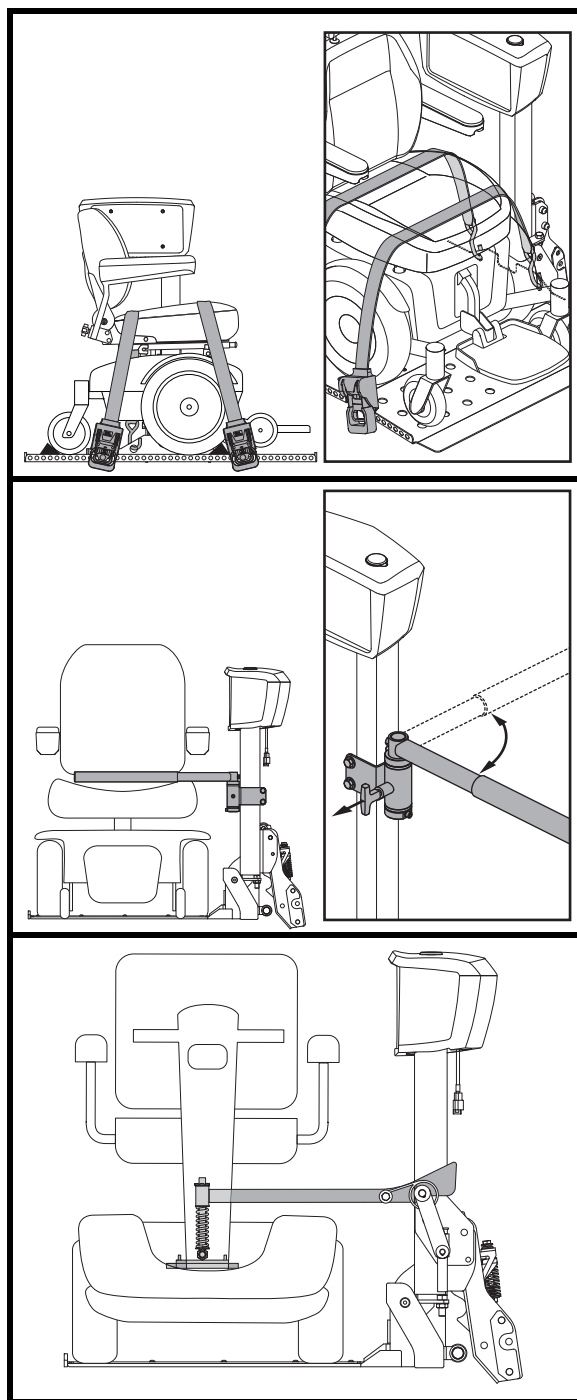

Figura 17. Sujeción de la unidad
- Tire de la correa y sujétela al lado contrario de la plataforma. **Ver figura 17.**